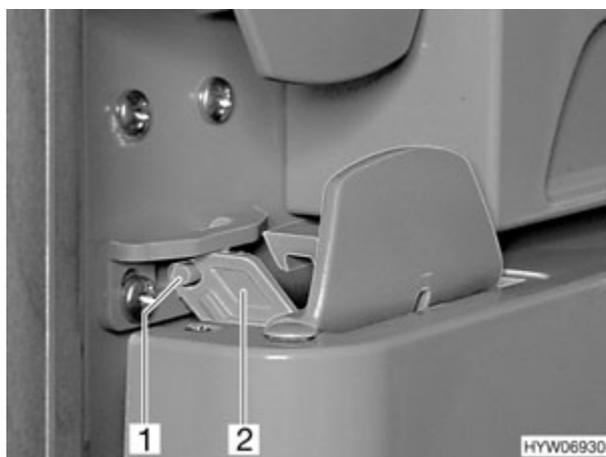

Fig. 159 Porte du réfrigérateur en position de ventilation (variante 3)
- Ouvrir le verrouillage (Fig. 159,2) et l'enclencher à la goupille (Fig. 159,1). La porte du réfrigérateur reste ainsi légèrement ouverte.